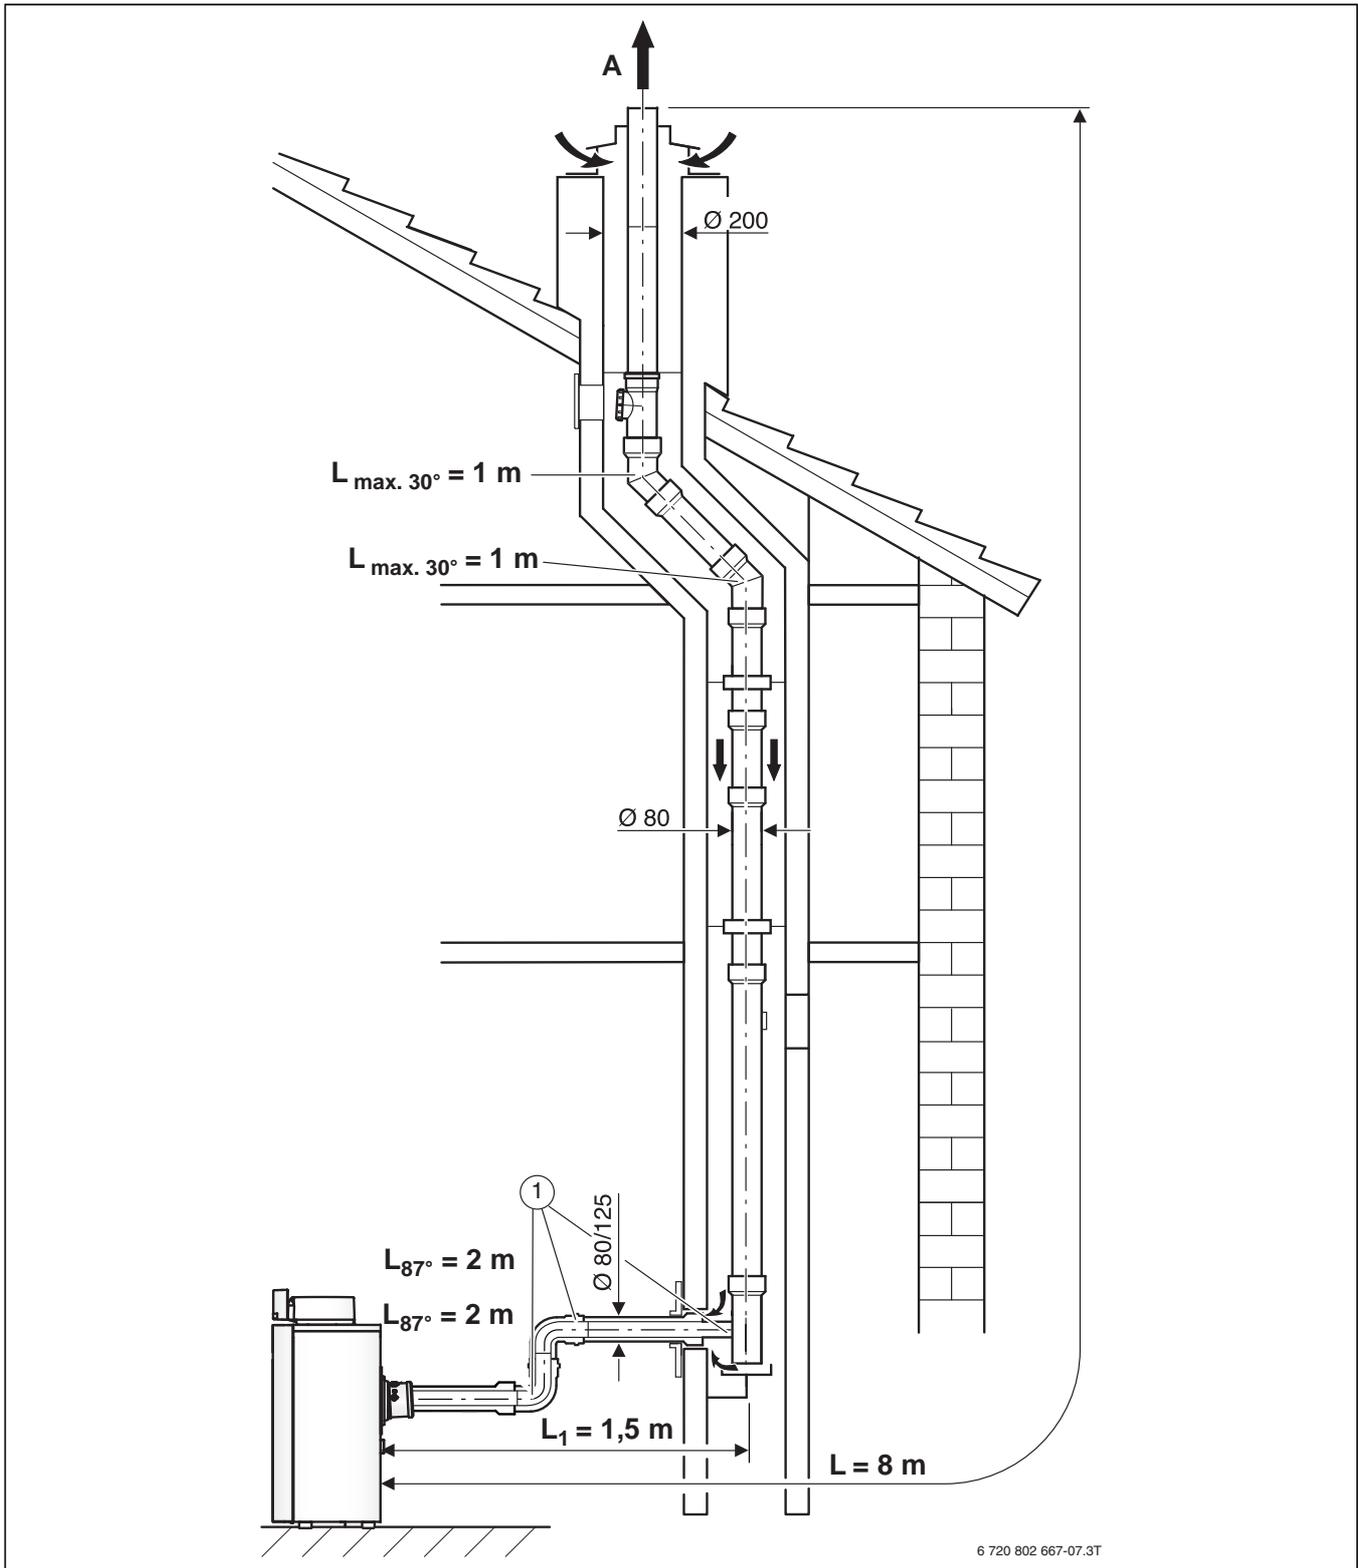

Fig. 78 Esempio di calcolo delle lunghezze condotti gas combusti GB212 con GA-K (C93x)
- ▶ Dalla situazione di installazione riportata (→ fig. 78, pagina 86) determinare le seguenti informazioni/dati:
$L_1 \leq L_{1, \text{max}}$  (dall'esempio in fig. 78, pagina 86 →  $1,5$  m  $\leq 1,5$  m → OK)
**Dall'esempio in fig. 78, pagina 86 :**